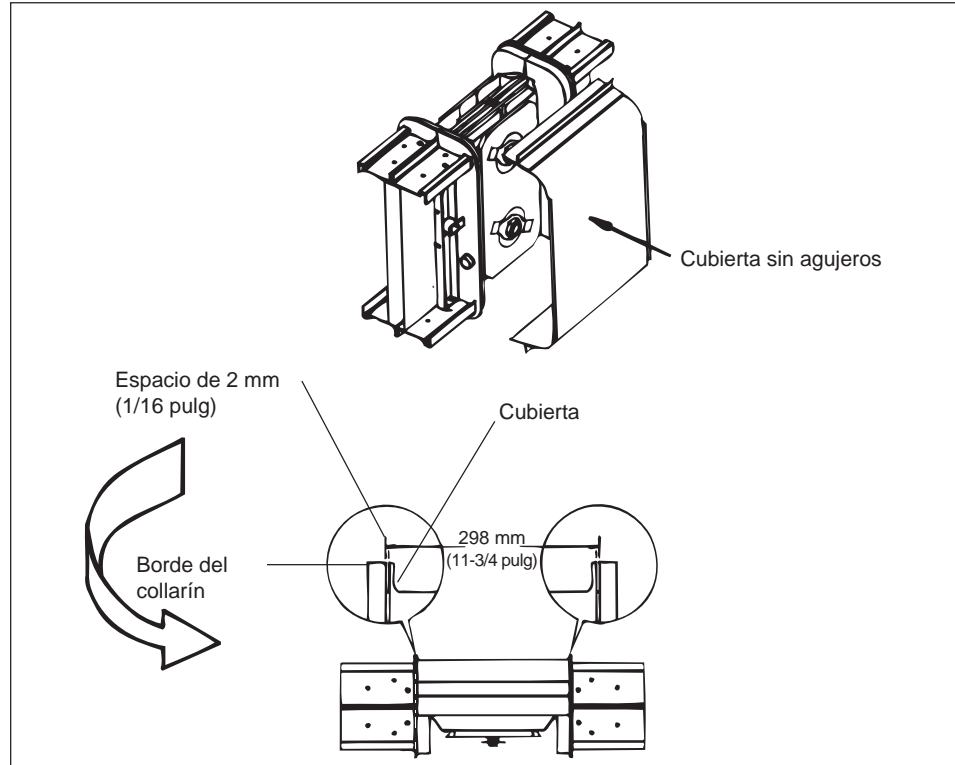

Figura 11
2. Alinee la unión con la cubierta (figura 11).
Utilice la cubierta sin agujeros para alinear la unión. Verifique las dimensiones mostradas en la figura 11. Deje un espacio de 2 mm (1/16 pulg) entre la cubierta y el borde del collarín. Deje la cubierta sobrepuesta, esto le ayudará a realizar los siguientes pasos.
Para obtener la alineación correcta mostrada en la figura 11, deje la cubierta sobrepuesta mientras aprieta los pernos de unión. Utilice una llave para tuercas de cabeza tubular, con una palanca larga de 45,7 cm (18 pulg) de longitud o más para desprender la cabeza del perno VISI-TITE exterior y el disco rojo. Retire la cubierta.